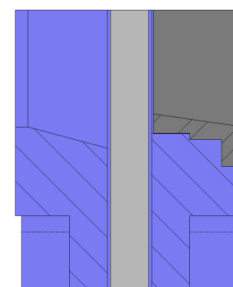

Рис. 5
- **Седло 1:** Уплотнение металл / металл (Рис. 5). Данный тип уплотнения не содержит герметичных соединений, но имеет армированное кольцо, выполняющее двойную функцию (защита задвижки от абразивного износа и очистка ножа в случае, если используется рабочее тело, вызывающее налипание твердых отложений). Кольцо легко снимается и заменяется. Расчетная утечка (для воды в качестве рабочего тела) составляет 1,5% потока в трубопроводе.